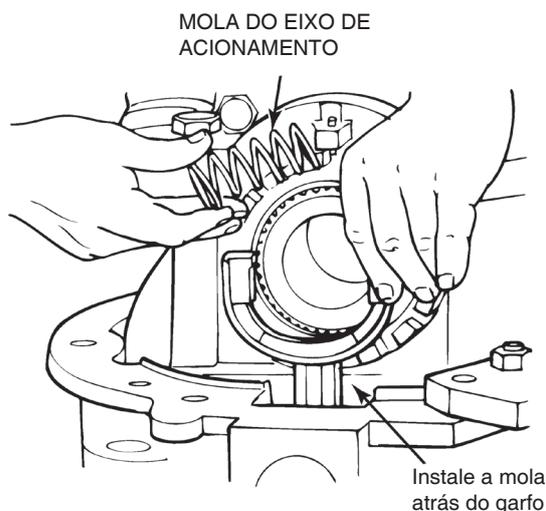

Figura 6.17
2. Comprima a mola do eixo de acionamento do travamento e instale-a entre a parte de trás do garfo de travamento e a parede interna. Figura 6.17.